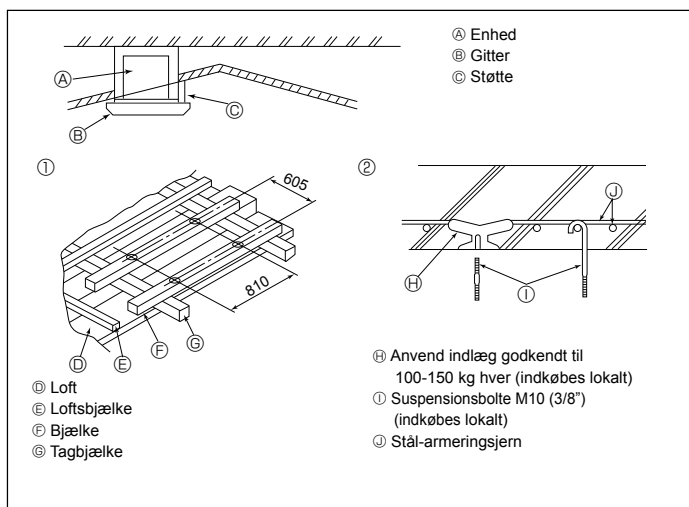

Fig. 3-5
3.5. Ophængningskonstruktion (Gør plads til ophængningseget konstruktion) (Fig. 3-5)